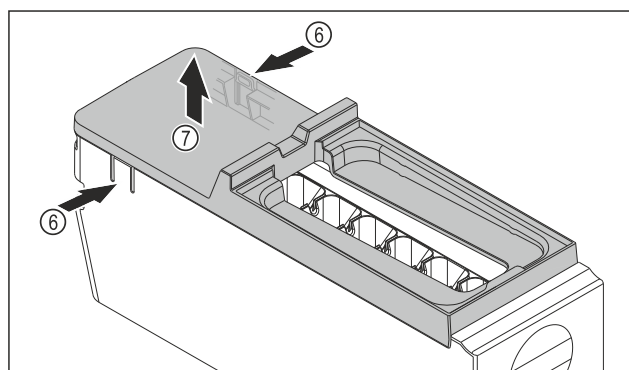

Fig. 184
- ▶ Ta bort skyddet på EasyTwist-Ice-enheten: Tryck på skenorna Fig. 184 (6) på båda sidor av EasyTwist-Ice-enheten med en hand.
- ▶ Ta bort skyddet Fig. 184 (7) uppåt med andra handen.